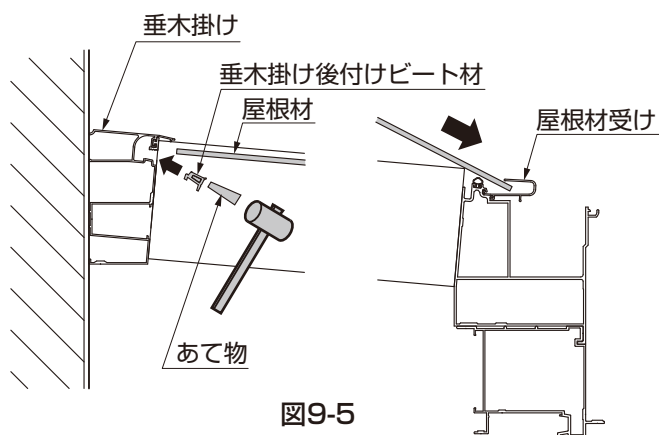

図9-5
- ② 屋根材を屋根材受けに差込んでください。(図9-5参照)
- ③ 垂木掛け後付けビート材をあて物をあてて、垂木掛けの奥まで叩き込んでください。(図9-5参照)